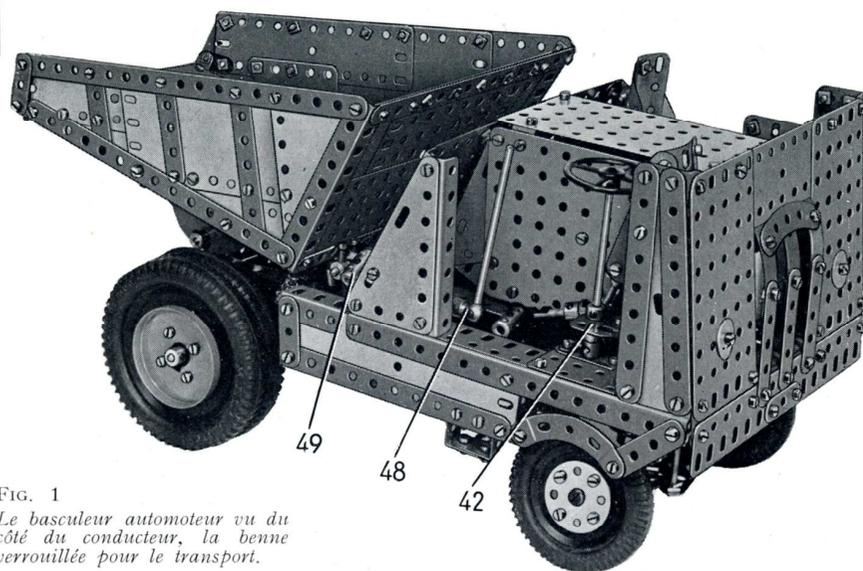

FIG. 1
Le siège du conducteur se construit en fixant une plaque flexible de 6×4 cm. et deux plaques flexibles triangulaires de 6×4 cm. sur une embase triangulée plate à l'aide d'équerres. Une bande de 3 trous est réunie aux embases par une équerre à 135°, et à une seconde embase (42) (fig. 1) par une autre équerre à 135°. L'embase (42) est glissée sur le tube de direction et elle est bloquée par la partie centrale d'un accouplement à cardan.
La benne basculante (Fig. 1, 2 et 7)
Le levier de verrouillage de la benne est une tringle de 9 cm. tenue dans un support de rampe avec collier (48) (fig. 1). Ce dernier est fixé sur une tringle de 7,5 cm. qui passe dans la cornière de 15 trous avant de la carrosserie et dans une